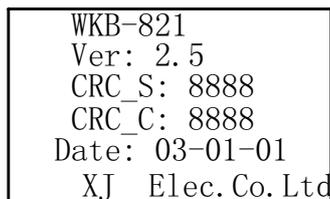

图 7-16 装置版本信息
7.9. 版本: 用于显示装置软件版本信息及 CRC 校验码. 如图 7-16 所示: